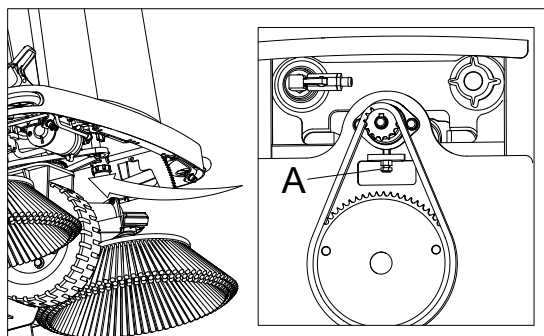

Abb. 40
4. Ist das Vorderrad locker, stellen Sie die Einstellschraube der Radkette (A, Abb. 40) an der Vorderseite der Maschine ein, um sicherzustellen, dass die Radkette korrekt gespannt ist.